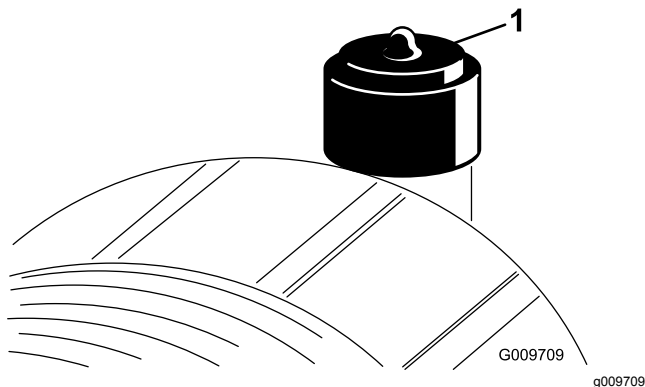

図 27
エアクリーナの整備はインジケータ図 27 が赤色になってから行ってください。早めに整備を行っても意味がありません。むしろフィルタを外したときにエンジン内部に異物を入れてしまう危険が大きくなります。
6. インジケータ図 27 が赤になっている場合はリセットする。